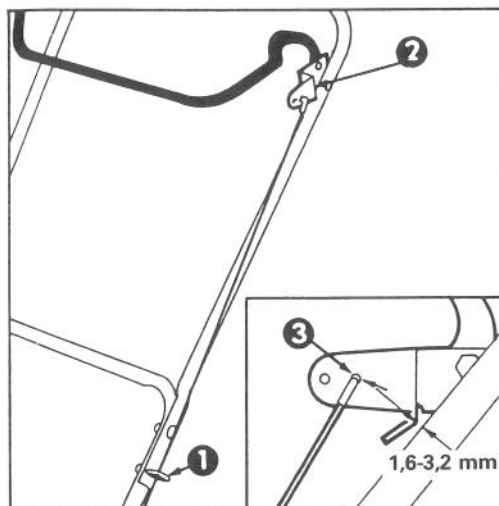

Fig. 9
### REGOLAZIONE DELLA LEVA DI COMANDO (Fig. 9 e 10)
2. CONTROLLO DELLA REGOLAZIONE (Fig. 9) — Spostate la barra di comando all'indietro verso la stegola fino a che il cavo sia ben teso. La distanza fra la squadretta della leva di comando e la stegola deve essere di circa 1,6-3,2 mm. Se il cavo è troppo lasco o troppo teso, eseguite le istruzioni elencate al punto 3 per regolarlo.